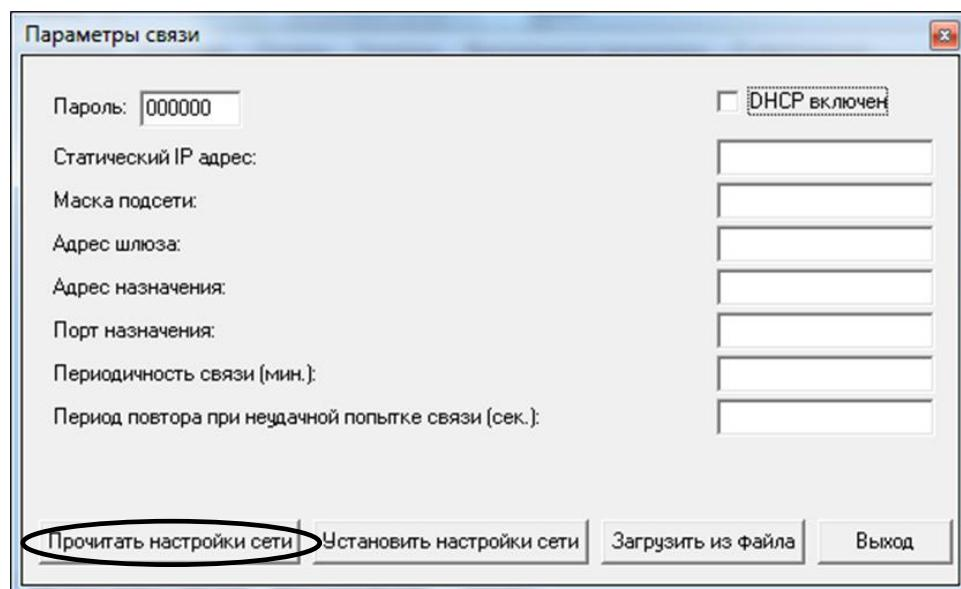

Рисунок 29
6.1.5 У вікні «Параметри связі» натиснути на кнопку «Прочитать настройки сети» (рисунок 29).